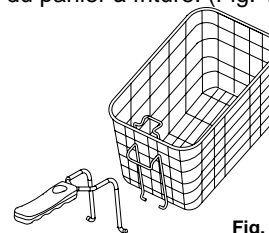

Fig. 1
- Utilisez la poignée pour retirer le panier à friture. Assurez-vous toujours que la poignée est bien attachée au panier. Pour fixer la poignée au panier de friture, insérez la portion métallique de la poignée dans la fourche métallique du panier à friture. (Fig. 1)